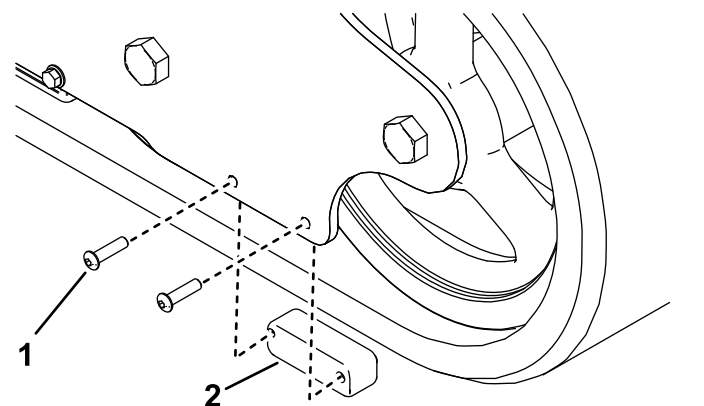

Figura 2
2. Aplique fijador de roscas a los pernos de cabeza de botón y utilícelos para instalar la pletina de desgaste del kit (**Figura 2**).